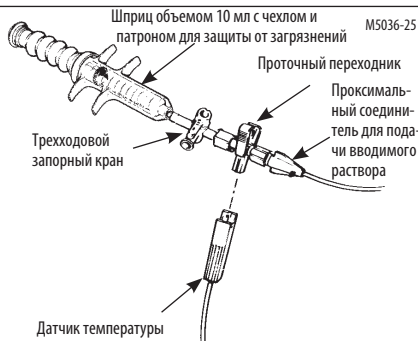

Рисунок 4. Датчик температуры и проточный переходник
2. Вставьте многоразовый датчик температуры вводимого раствора в проточный переходник (Рисунок 4). Зафиксируйте систему, чтобы свести к минимуму ее движения относительно пациента.
Отсоединение проточного датчика температуры (Рисунок 4)